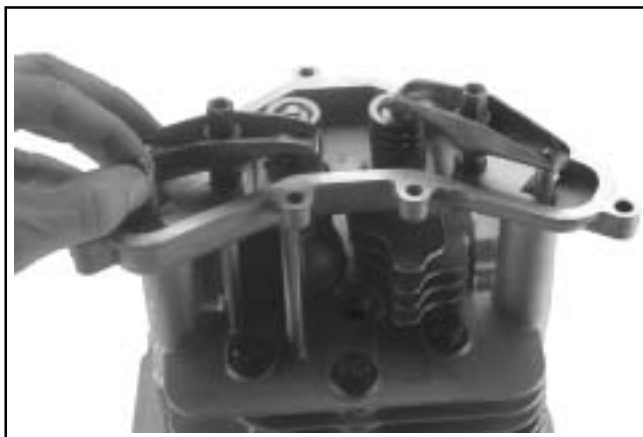

Figura 10-38. Instalación de los conjuntos de varillas de empuje y balancín.
3. Fíjese en la marca o etiqueta que indica si la varilla de empuje es de admisión o de escape. Aplique grasa a los extremos de las varillas de empuje. Introduzca las varillas de empuje en sus orificios y asiente el extremo inferior en los hoyuelos de las palancas de leva. Podría ser necesario elevar o mover ligeramente el extremo inferior de la varilla de empuje y “notar” que la varilla se asienta en el rebaje. Una vez asentado, sujételo en esa posición hasta que coloque el balancín. La varilla de empuje deberá permanecer introducida en el rebaje durante la colocación y ajuste de los balancines. Ver Figura 10-38.